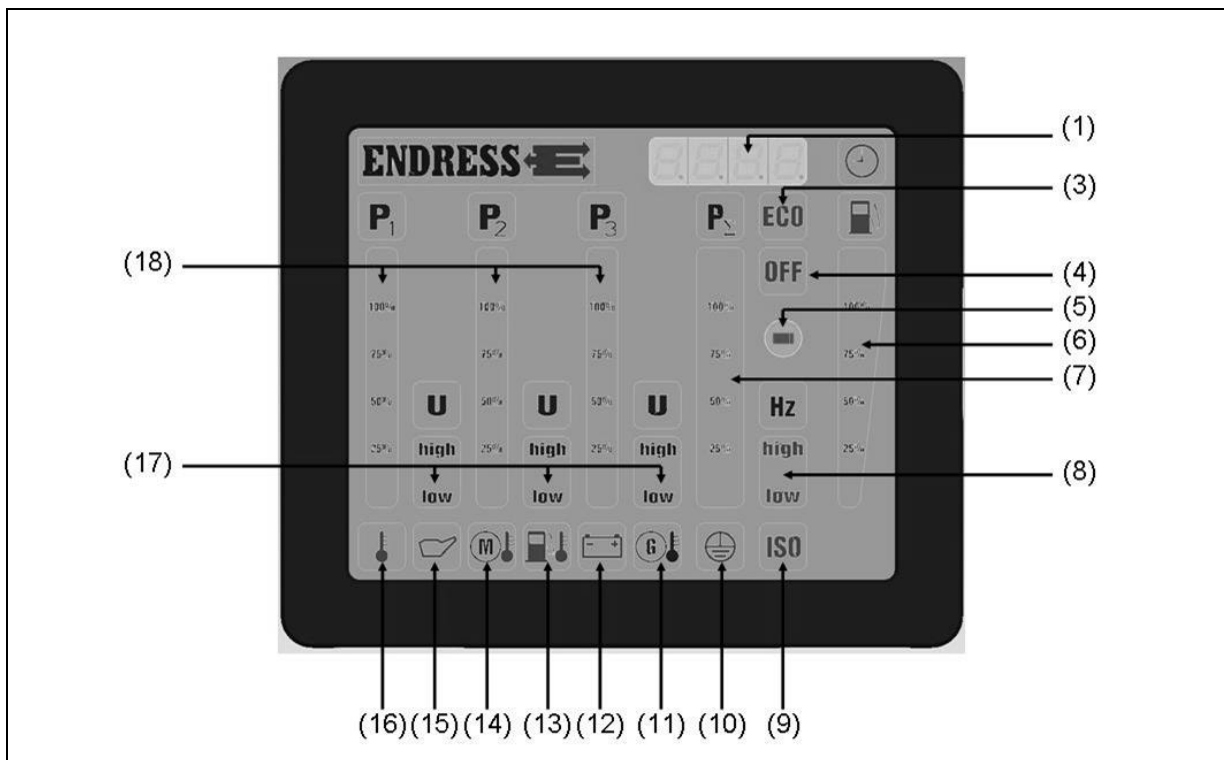

Abb. 4-5: Multifunktionsdisplay
- Betriebsstunden:** Anzeige (siehe Abb. 4-5-(1)) ist bei laufendem Gerät oder für 30 Sekunden aktiv, wenn START-STOP-Schalter in Pos. „Betrieb“ steht.
- Umgebungstemperatur:** Leuchtet die Anzeige (siehe Abb. 4-5-(16)) bei laufendem Gerät rot, ist die Temperatur zu hoch und das Gerät sollte ausgeschaltet werden.
- Öldruck:** Leuchtet die Anzeige (*siehe Abb. 4-5-(15)*) bei laufendem Gerät rot, ist der Öldruck zu gering und das Gerät schaltet automatisch ab bzw. der Buzzer ertönt, dieser kann mit der Quittierungstaste quittiert werden.
- Motortemperatur:** Leuchtet die Anzeige (*siehe Abb. 4-5-(14)*) bei laufendem Gerät rot, ist die Motortemperatur zu hoch und das Gerät sollte ausgeschaltet werden.
- Kraftstofftemperatur:** Leuchtet die Anzeige (*siehe Abb. 4-5-(13)*) bei laufendem Gerät rot, ist die Kraftstofftemperatur zu hoch und das Gerät sollte ausgeschaltet werden.
- Batterieladekontrolle:** Leuchtet die Anzeige (*siehe Abb. 4-5-(12)*) rot ist die Ladefunktion der Lichtmaschine ausgefallen.
- Isolationsüberwachung:** Leuchtet die Anzeige (*siehe Abb. 4-5-(9)*) rot bzw. ertönt der Buzzer so liegt ein Isolationsfehler vor. (*siehe Kap. 5 Isolationsüberwachung*).
- Schutzleiterprüfung:** Leuchtet die Anzeige (*siehe Abb. 4-5-(10)*) während der Schutzleiterprüfung (*siehe Kap. 4.5 Schutzleiterprüfung*) grün so sind die Schutzleiter der angeschlossenen Geräte in Ordnung. Ist die Schutzleiterfunktion nicht gewährt, bleibt die Anzeige aus.
- Frequenz:** Leuchtet die Anzeige (*siehe Abb. 4-5-(8)*) grün, befindet sich die Frequenz im korrekten Bereich (47,5-52,5 Hz).
- Phasen L1-L2-L3:** Für einzelnen Phasen L1 bis L3 (*siehe Abb. 4-5-(18)*) wird jeweils einzeln angezeigt:
- Spannung (U) (*siehe Abb. 4-5-(17)*):
- Belastung (P) (*siehe Abb. 4-5-(18)*):
Relative Belastungsanzeige: Belastung (P_{Σ}) (siehe Abb. 4-5-(7))
NOT-AUS-Taster: Leuchtet das Symbol „OFF“ (siehe Abb. 4-5-(4)) rot und der Buzzer ertönt, wurde der NOT-AUS-Taster gedrückt. Der Buzzer kann mithilfe der Quittierungstaste quittiert werden. (Buzzer nur aktiv bei bestellter Sonderausstattung „Isolationsüberwachung“, „Firecan“)
- ✓ Das Symbol am Display (siehe Abb. 4-5-(8)) zeigt das Ergebnis an:
- ✓ Das Symbol am Display (siehe Abb. 4-5-(9)) und die Position des Leitungsschutzschalters zeigen das Ergebnis an:
- ✓ Das Symbol am Display (*siehe Abb. 4-5-(8)*) und die Position des Leitungsschutzschalters zeigen das Ergebnis an: